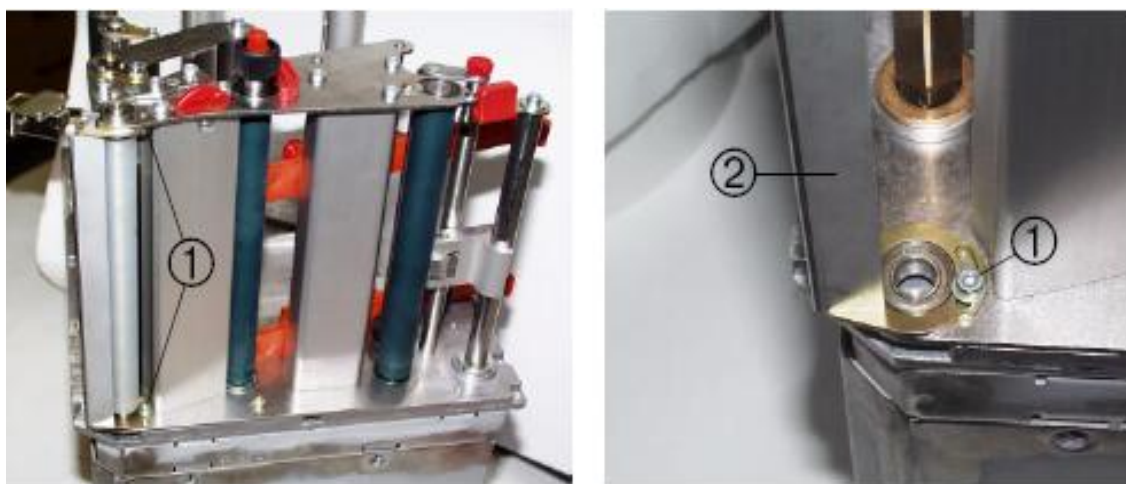
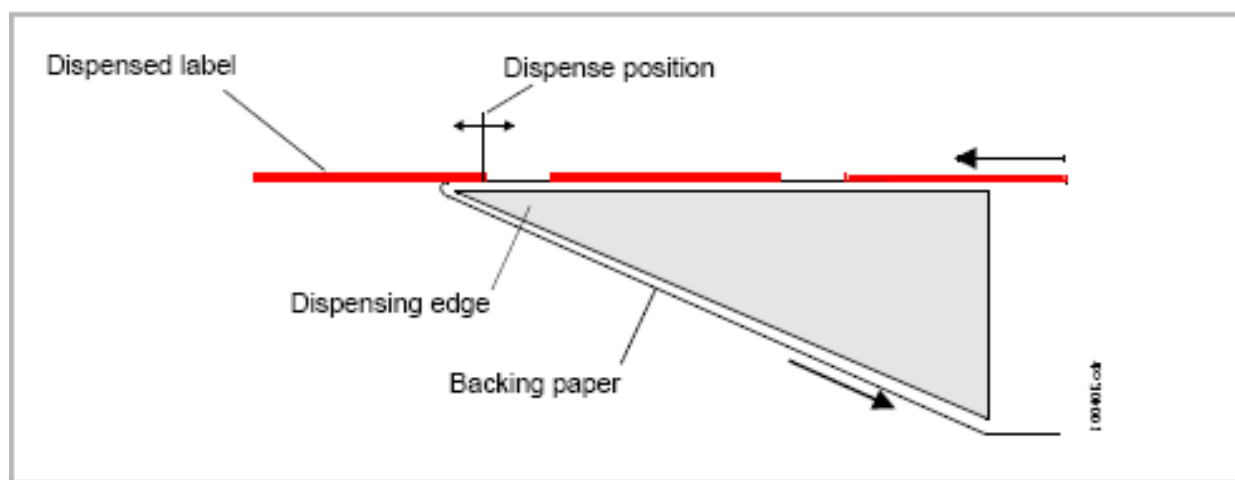

图 1：松开夹盘的两边螺丝（1），使剥离板（2）下垂（右图没有打印滚轴）。
图 2：剥离位置的示意图。
2. 调整标签导轨与标签材料的宽度一致。首先放松标签导轨的下方的螺丝(图 1 处)。推动一边的材料导轨（图 2 处）。然后，再拧紧螺丝。
Dispense PARAMETERS/ Dispenseposition	设定出标位置，剥离的标签背部留有粘胶（见图 2）。